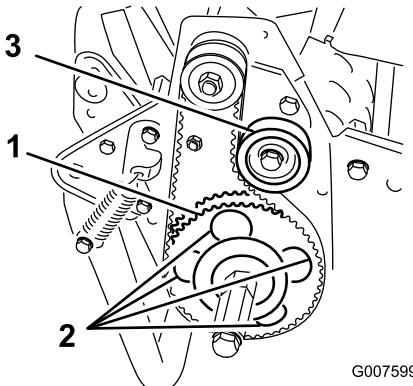

図 38
7. 受動プーリを回して、4つの穴にローラ・ベアリング・フランジ・ネジを整列させる（図 38）。
11. ベルトの張りを調整し、アイドラ・ブーリ・ネジを締める(図 38)。